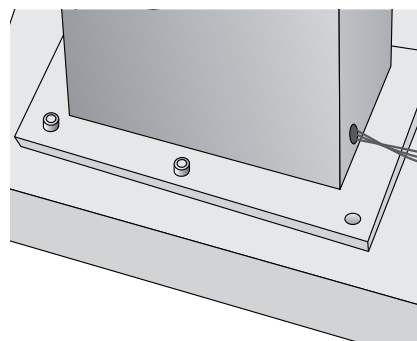

Figure 4
3. Alignez les cinq boulons sur les douilles filetées et serrez complètement. Le chariot doit être ensuite monté sur la tour. (Voir Figure 4)